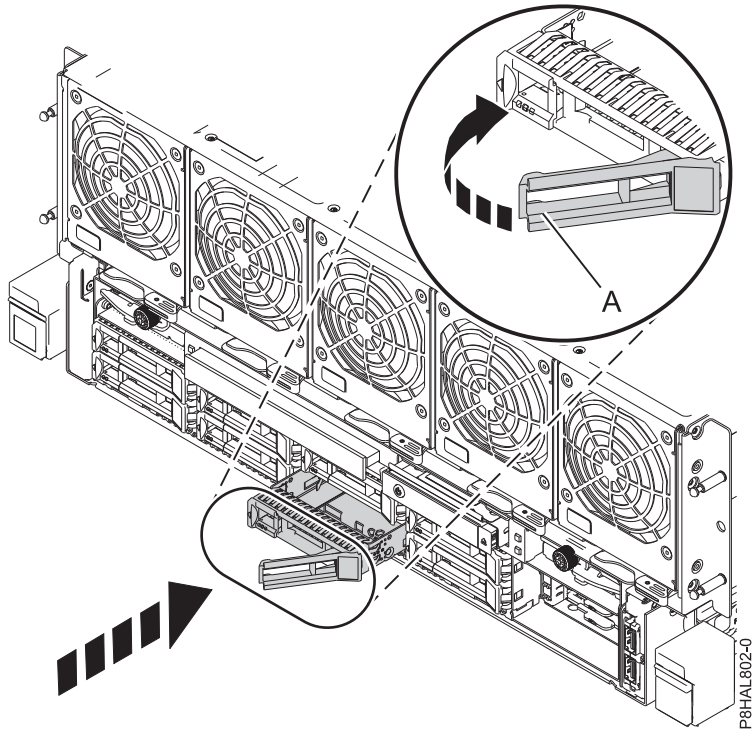

Figura 19. Sustitución de las unidades de disco
- c. Deslice la unidad hasta el fondo del sistema y empuje el asa de la bahía de unidad (**A**) hasta que quede encajada, como se muestra en Figura 19 en la página 18.